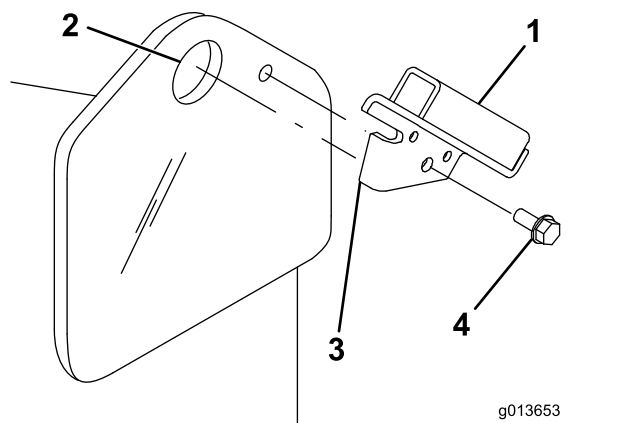

Figura 3
1. Introduceți proeminența pe consola scutului în orificiul punctului de ridicare de pe unitatea de traciune cu orificiul din consolă aliniat cu orificiul mic din cadrul unității de traciune (Figura 3).
Notă: Există o consolă dreapta și o consolă stânga. Asigurați-vă că instalați consola corect pe fiecare parte. Proeminența trebuie să fie în orificiul punctului de ridicare, iar consola trebuie să fie în afara cadrului (Figura 3).
2. Fixați consola pe cadru cu un urub cu autofiletare (Figura 3).